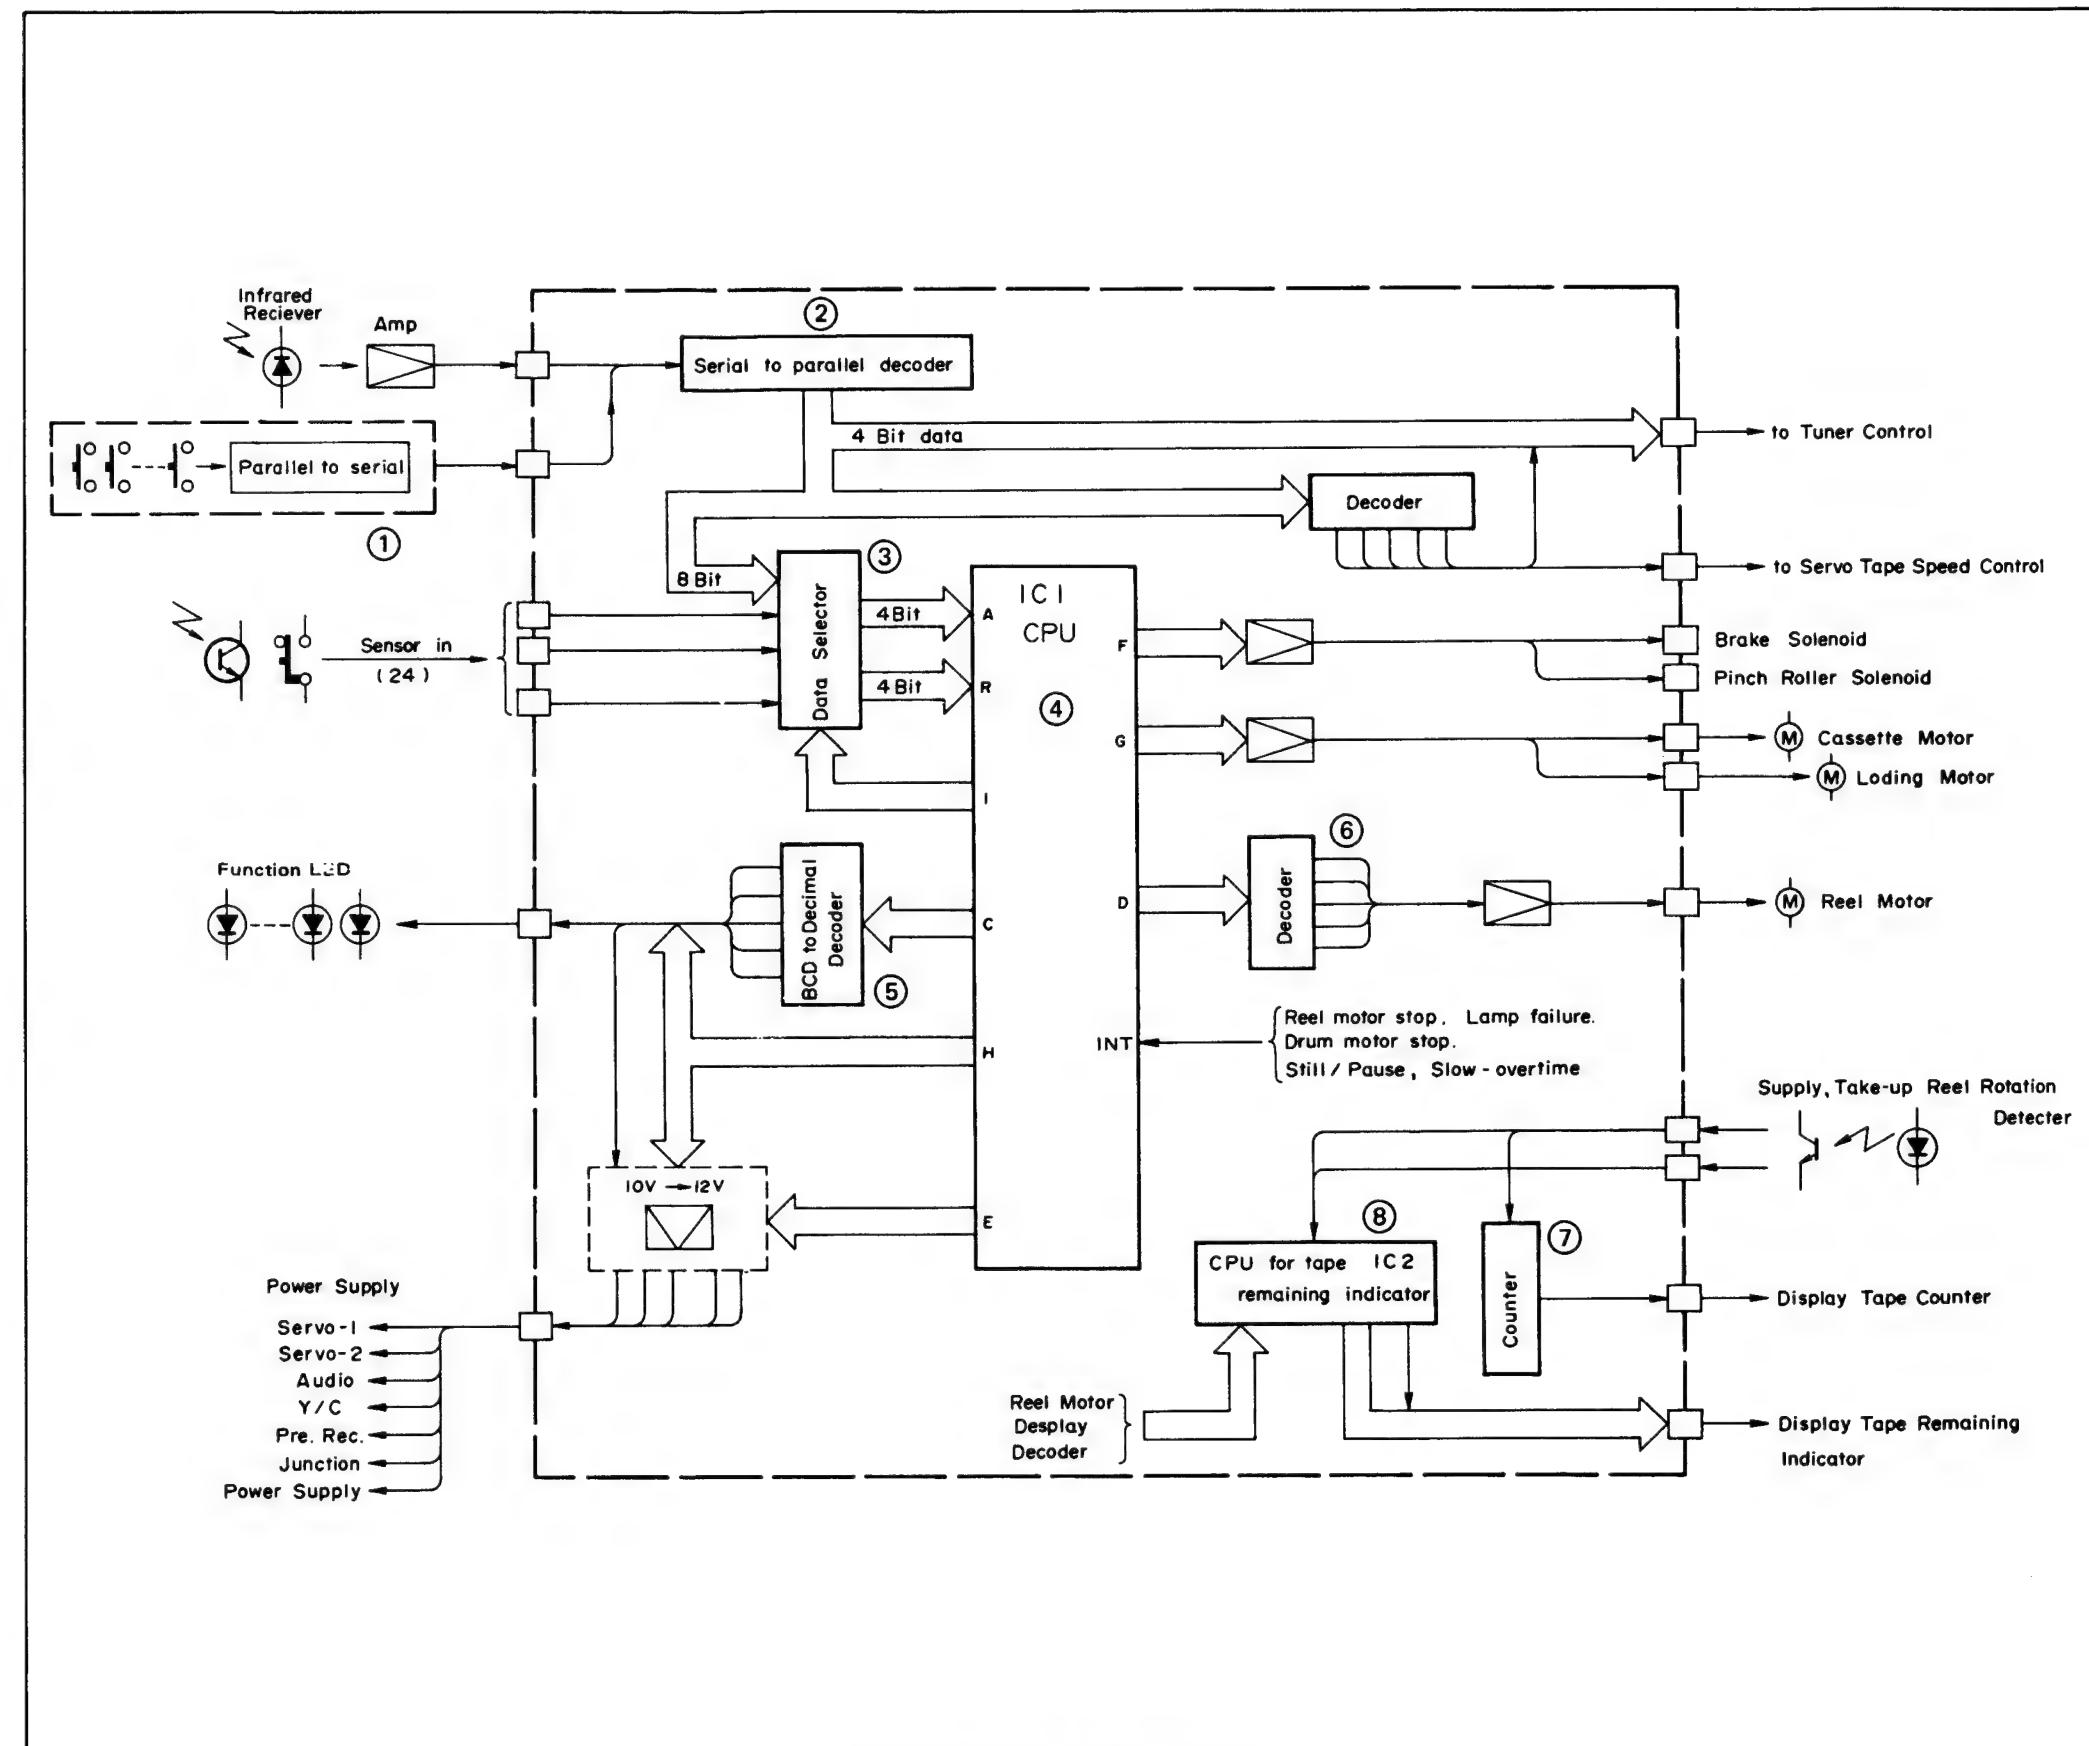

Fig. 2-49 Mechanik-Steuerplatte
2.8.8. Beschreibung des Blockschaltbildes (Fig. 2-49)